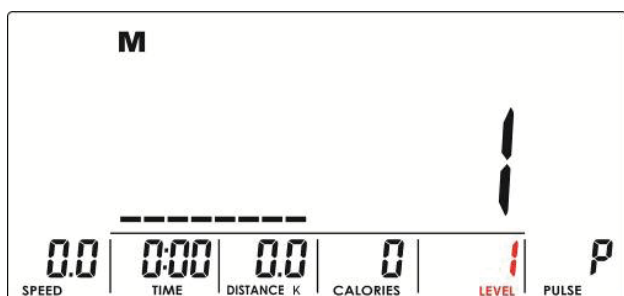
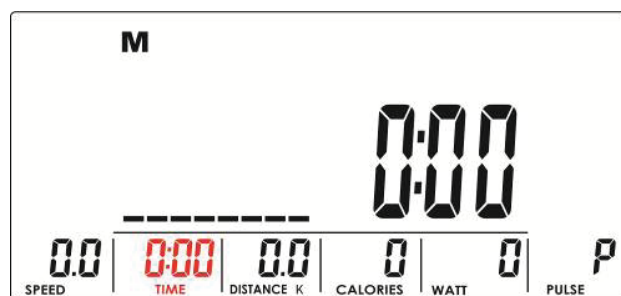

Figure 19
Figure 20
2. La console affiche UX (fig. 19) et démarre la mesure (fig. 20 à 21).